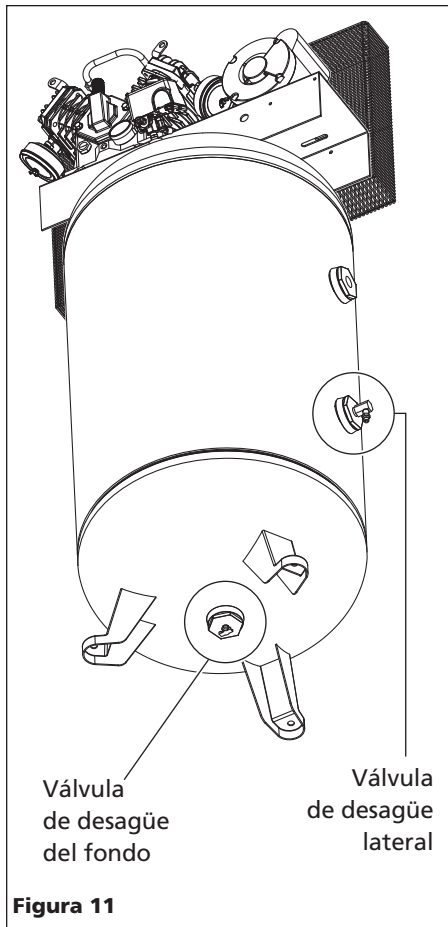

Figura 11
2. Drene el tanque. Apague el compresor y libere toda la presión, después: Abra la llave de drenaje, ubicada debajo del tanque, para drenarle toda la humedad (Vea la Figura 11).